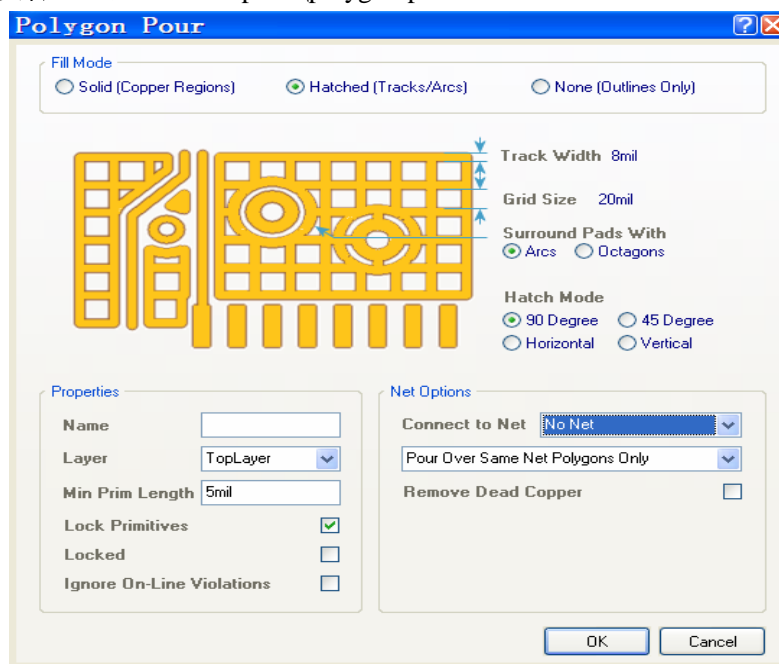

图 1.5
1.4.3 铺铜及管理: 使用命令 “place\polygon pour...” 或快捷图标打开铺铜管理. 图 1.5